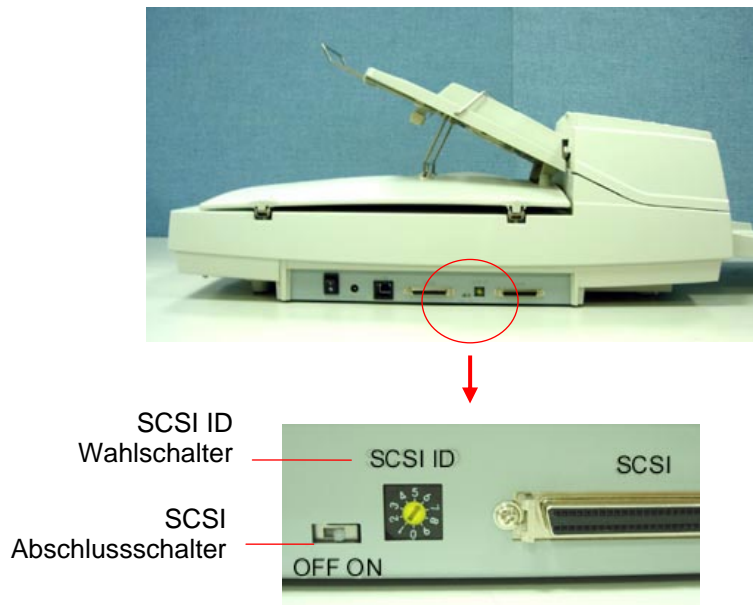

Abbildung 2-2 Änderung der SCSI ID Einstellung
Falls Sie mit verschiedenen Geräten in einer SCSI-Kette arbeiten, müssen Sie den SCSI-ID Wahlschalter auf der Rückseite des Scanners einstellen. Diese Einstellung weist dem Scanner eine spezifische "Geräte-ID" zu. Sollte es einen Zuweisungskonflikt mit einem anderen SCSI-Gerät geben, wählen Sie eine neue ID. (Abbildung 2-2)
- A. Scanners. (Abbildung 2-2). Schalten Sie den Abschlussschalter an, falls der Scanner als einziges oder letztes SCSI-Gerät an den Computer geschlossen wird. Schalten Sie den Abschlussschalter aus, falls der Scanner zwischen dem Computer und einem anderen SCSI-Gerät geschaltet wird.